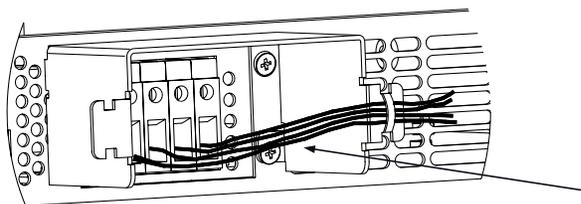

图 3-9: 保护屏蔽罩与电线的组装
6. 用扎带或同等物品将导线固定在屏蔽罩的一侧。见图 3-9。确保屏蔽罩内的电线足够长以免受到应力。